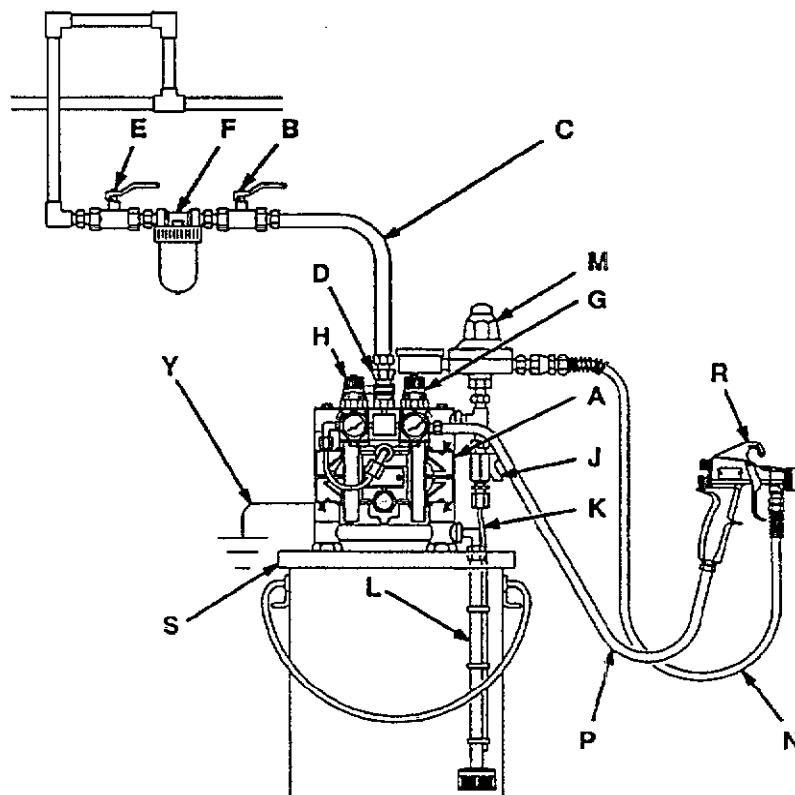

Fig.3
- a. Instalar una llave principal de aire del tipo purgador (B) cerca de la bomba para poder liberar el aire encerrado. Ver la ADVERTENCIA a la izquierda. Instalar la otra llave principal de aire (E) antes de todos los accesorios del circuito de aire para aislarlos durante la limpieza y las reparaciones.
- b. El filtro (F) del circuito de aire elimina la suciedad nociva y la humedad de la alimentación de aire comprimido.
2. Instalar una manguera de aire (C) conectada a tierra entre los accesorios y la bomba. Utilizar una manguera de aire de 6,3 mm (1/4") de diámetro interior mínimo. Atornillar un acoplador rápido (D) en el conducto de aire en el extremo de la manguera de aire (C). No conectar aún este acoplador (D) a la unión de entrada de aire (22, ver fig. 3).